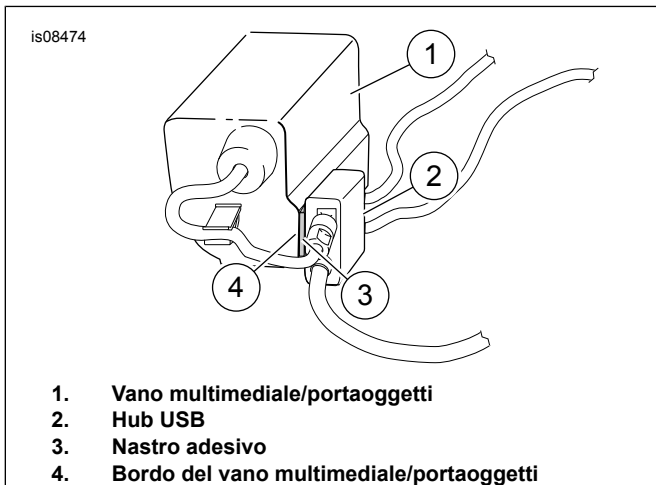

Figura 3. Installazione dell'Hub USB
5. Posizionare l'Hub USB (2, Figura 3) in modo che si trovi sul bordo del vano multimediale/portaoggetti (4). Come mostrato. Pulire la superficie di montaggio con una soluzione al 50-70% di alcol isopropilico e al 30-50% di acqua distillata. Far asciugare completamente. Rimuovere il rivestimento di carta dal nastro adesivo (3). Premere e tenere premuto saldamente per fissare l'Hub USB.